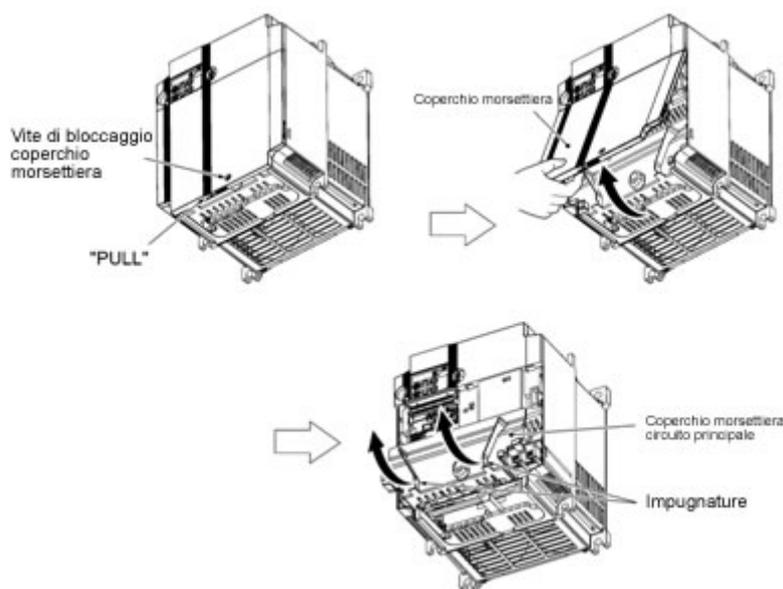

Figura 4.4 Come togliere i coperchi (per inverter con potenza di 11 kW e 15 kW)
(3) Per inverter con potenza di 11 e 15 kW
- ① Per togliere il coperchio della morsetteria, svitare prima la vite di bloccaggio, mettere un dito nella cavità (con la scritta "PULL") e tirare il coperchio verso l'alto e verso di sé.
- ② Per togliere il coperchio della morsetteria del circuito principale, afferrare le impugnature sui due lati del coperchio e sollevarlo (figura 4.4).